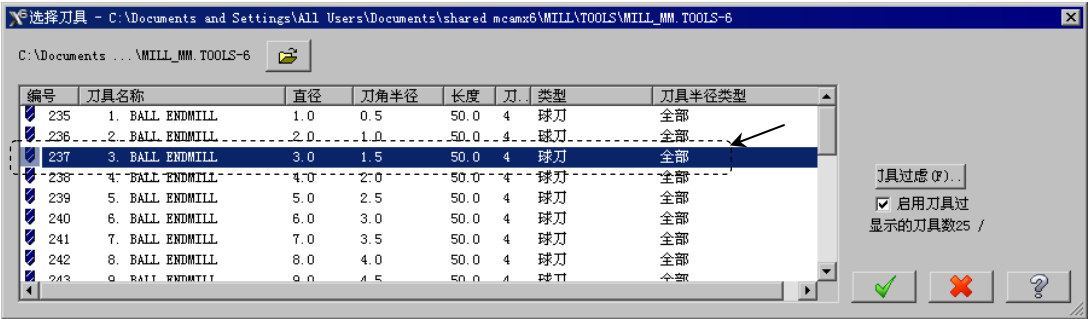

图 17.18 “选择刀具”对话框
(1) 确定刀具类型。在“曲面精加工环绕等距”对话框中，单击 **刀具过滤** 按钮，系统弹出“刀具过滤列表设置”对话框。单击 **刀具类型** 区域中的 **全关(N)** 按钮后，在刀具类型按钮群中单击  (球刀) 按钮。单击  按钮，关闭“刀具过滤列表设置”对话框，系统返回至“曲面精加工环绕等距”对话框。
(2) 选择刀具。在“曲面精加工环绕等距”对话框中，单击 **选择刀具...** 按钮，系统弹出图 17.18 所示的“选择刀具”对话框，在该对话框的列表框中选择图 17.18 所示的刀具。单击  按钮，关闭“选择刀具”对话框，系统返回至“曲面精加工环绕等距”对话框。